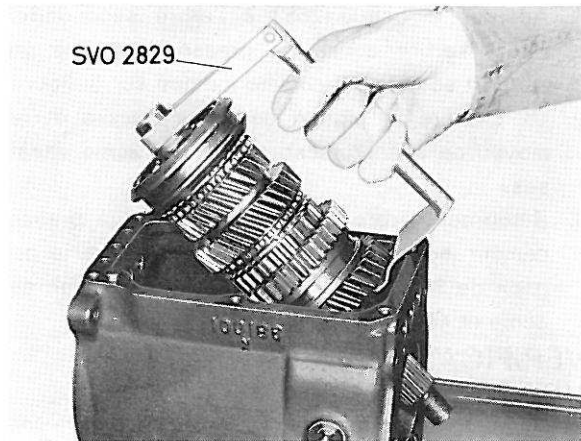

Figure 15. Soulèvement d'arbre secondaire
9. Sortir l'arbre primaire et démonter le synchronesh. Enlever la rondelle de butée à l'extrémité arrière de l'arbre secondaire. Adapter l'outil de levage 2829 à l'arbre secondaire. Pousser vers l'arrière le manchon d'accouplement de 1ère et 2ème vitesses. Soulever l'arbre secondaire comme indiqué sur la figure 15.
9. Retourner à nouveau la boîte pour la remettre en position d'origine. Démontez l'arbre primaire et le synchronesh. Enlever la rondelle de butée à l'extrémité arrière de l'arbre secondaire. Adapter l'outil de levage 2829 à l'arbre secondaire. Pousser vers l'arrière la couronne d'accouplement de 1ère et 2ème vitesses et soulever l'arbre secondaire comme indiqué sur la figure 15.